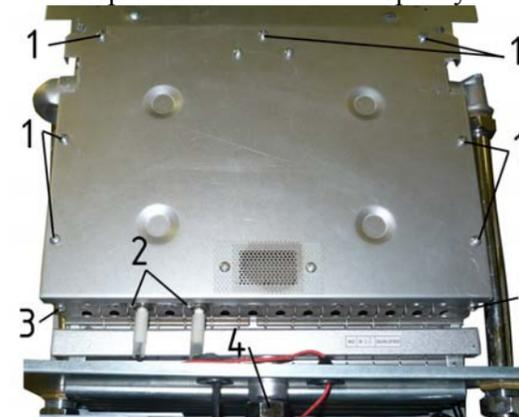

Рис. 8. Демонтаж блока горелочного
- ✓ отвернуть семь саморезов 1 (см. Рис. 8) крепления лицевой стенки камеры сгорания и снять стенку;
- ✓ отвернуть два самореза 2 (см. Рис. 8) крепления свечей розжига и ионизации, затем снять свечи;
- ✓ ключом на 30 отвернуть гайку 4 (см. Рис. 8) крепления коллектора к газовой трубе и снять коллектор;
- ✓ отвернуть два самореза 3 (см. Рис. 8) крепления горелки к боковым стенкам камеры сгорания котла и снять горелку.